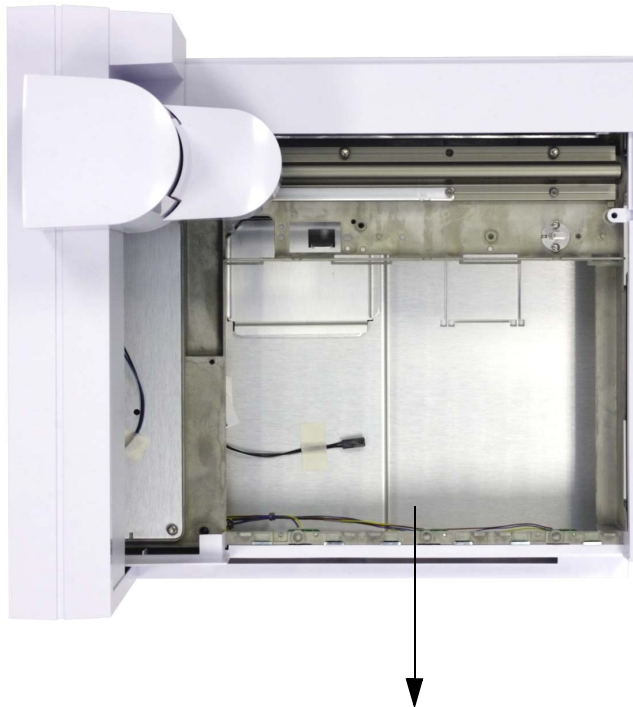

Figure 43 Retrait de la plaque de support du porte-échantillons
- 24** Retirez la plaque de support du porte-échantillons en soulevant l'avant de la plaque et en tirant vers l'avant du porte-échantillons. La plaque de support se détache (Figure 43).